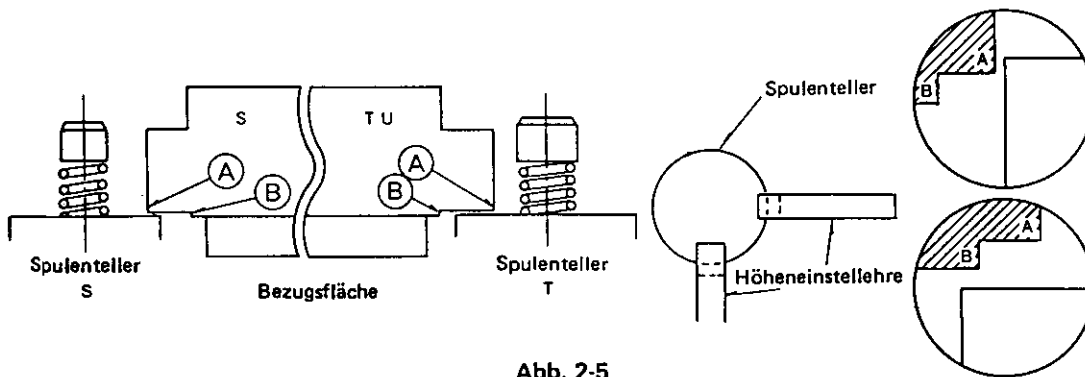

Abb. 2-5
2. Höhe des Spulentellers mit der Höhereinstellehre entsprechend Abb. 2-5 kontrollieren. Die Höhe des Spulentellers soll entsprechend der Abbildung zwischen den Punkten A und B der Lehre liegen.